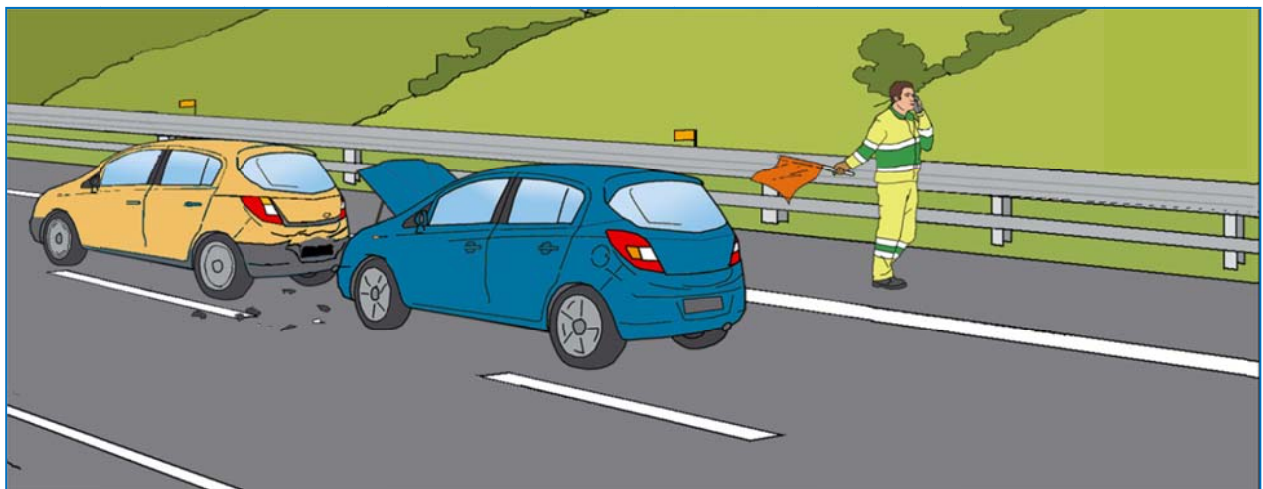

Fig. 11
- percorrere la corsia di emergenza lungo il margine destro fino al punto dell'evento e comunicare alla Sala Radio eventuali ulteriori dettagli (fig.11)